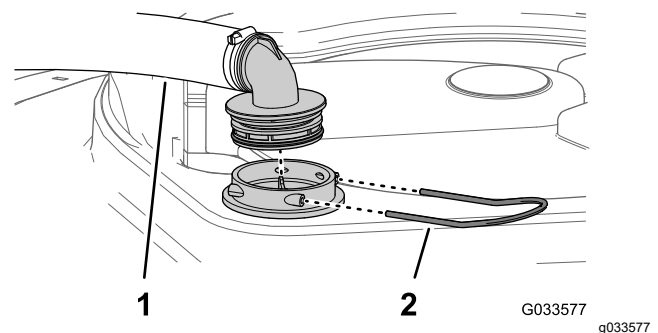

Bild 28
2. Nehmen Sie oben am Sprühbehälter den Halter ab, mit dem das Schlauchanschlussstück befestigt ist, das am dicken Schlauch und dem Filtergehäuse angeschlossen ist (Bild 28).
3. Nehmen Sie den Schlauch und das Schlauchanschlussstück vom Filtergehäuse ab (Bild 28).